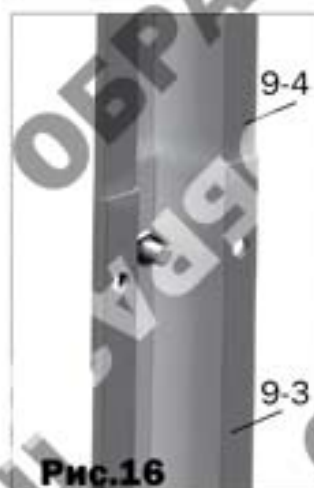
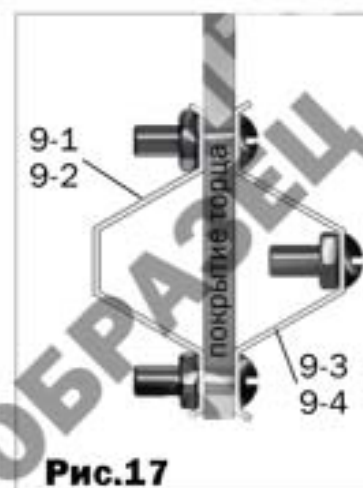

Рис.16
Рис.17
3. Состыкуйте детали **9-3** и **9-4** (**рис.16**) и установите их в соответствии с **рис.17** и **рис.22**, оставляя отверстия под вертушки. Вырежьте куски покрытия для установки над дверными проемами и установите их, закрепив шайбами (**рис.21**)